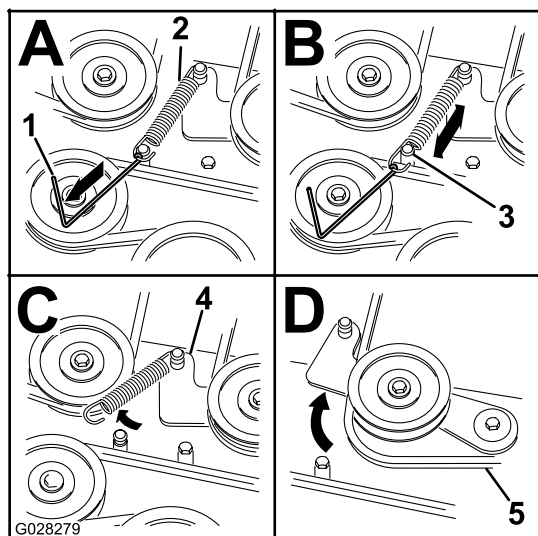

Figure 49
7. À l'aide d'un outil de dépose de ressort (réf. Toro 92-5771), décrochez le ressort de tension de l'ergot sur le tablier pour éliminer la tension sur la poulie de tension (Figure 49).
10. Acheminez la courroie neuve autour des poulies du tablier de coupe et de la poulie d'embrayage, sous le moteur (Figure 49).
11. À l'aide d'un outil de dépose de ressort (réf. Toro 92-5771), accrochez le ressort de tension à l'ergot situé sur le tablier, ce qui a pour effet d'exercer une tension sur la poulie de tension et la courroie du tablier de coupe (Figure 49).